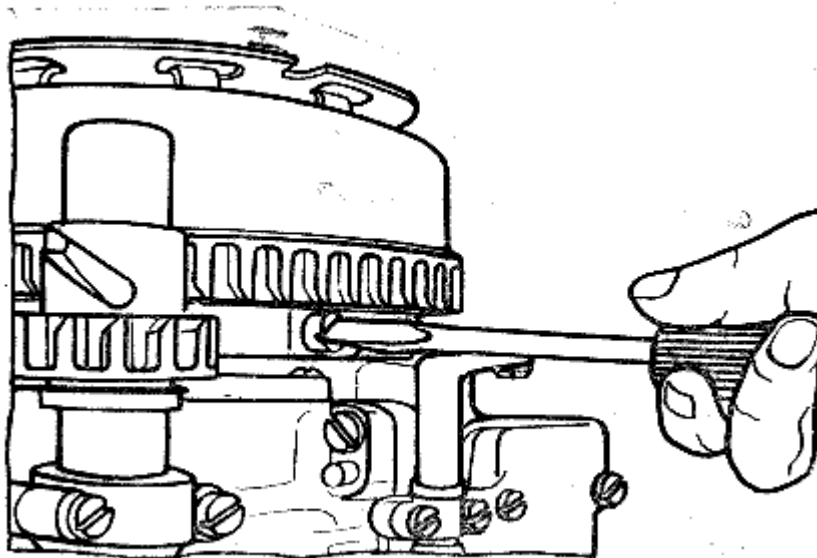

Рис. 12. Затяжка винта основания магдино.
2) проверять затяжку наружных болтов, винтов и гаек, при необходимости подтягивать их. Проверять крепление плиты управления к подвеске и правильность затяжки винта основания магдино. (рис. 12);